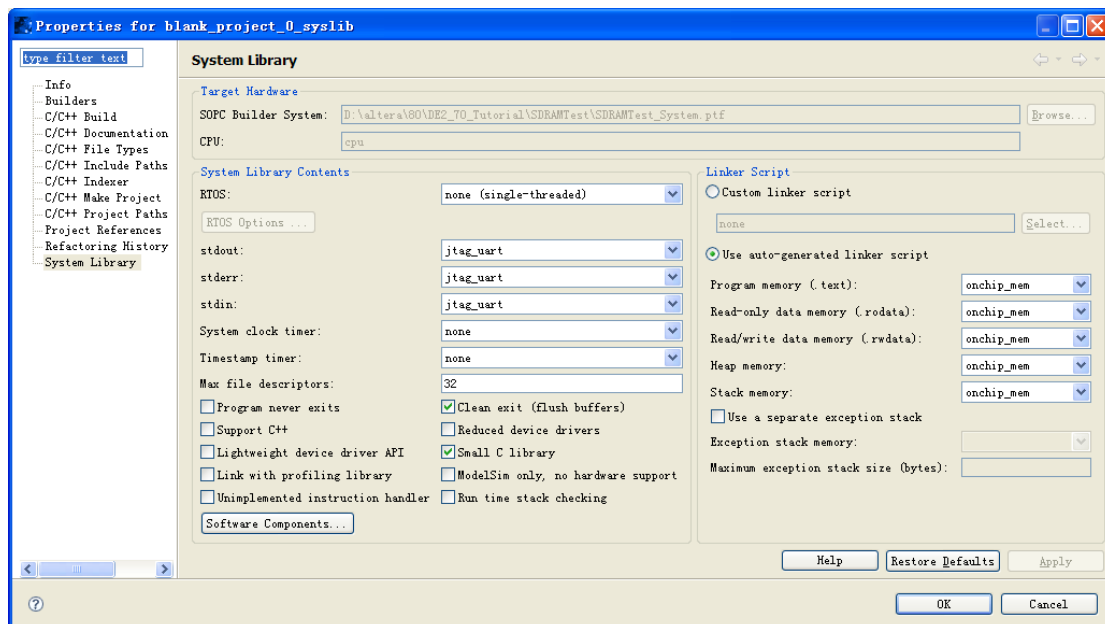

图 10-11 System Library 配置
23. 配置 System Library Properties。去掉 Support C++，勾上 Small C library，确认右边使用的是 onchip_mem，没有使用两块 SDRAM，输入输出使用 jtag_uart，如图 10-11 所示